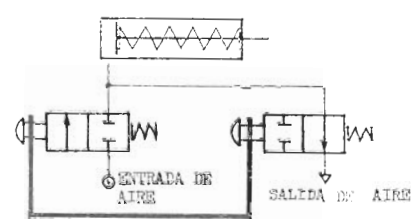

Fig. 42.
Sin embargo, en los sistemas neumáticos, el tipo de válvula más utilizado no es el que se acaba de describir sino una combinación de dos de este tipo, una de las cuales permanece normalmente abierta (NA) y la otra normalmente cerrada (NC) (fig. 42). Si sólo se accionara la válvula normalmente cerrada, el aire pasaría por ella y haría salir el émbolo y el vástago (hacia la derecha, en la figura). En este caso, cuando se desconectara el accionador, la válvula volvería a su posición original, como en el dibujo. El vástago permanecería fuera porque al aire existente en el cilindro no podría escapar. Acoplado a una válvula normalmente abierta a la anterior, se suministra un paso para la expulsión del aire, una vez desconectado el accionador.